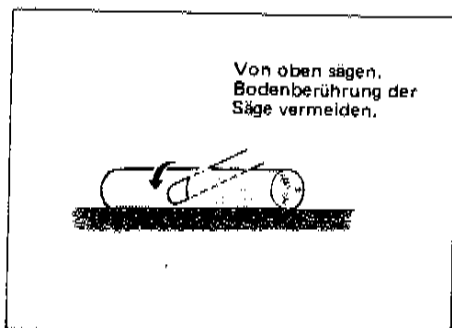

Abb. 18
- Wenn das Holz auf seiner ganzen Länge abgestützt ist, wie in Abb. 18 gezeigt, wird es von oben durchgesägt.